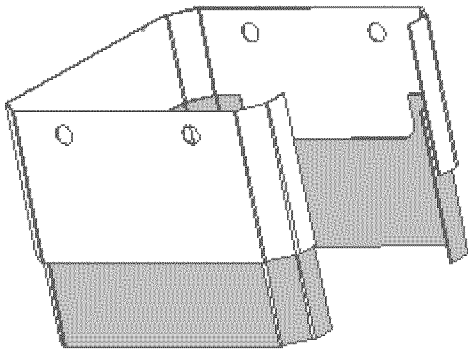

FIGURE 24: Recouvrements Des Pattes
2. Placez la plus petite « manche », avec les échancrures vers le haut, à l'intérieur de la manche plus large, avec les ouvertures des deux manches orientées vers l'arrière (Figure 24).
1. Enlevez les recouvrements des pattes. Pour ce faire, faites glisser la manche extérieure des recouvrements de pattes vers le bas, en enlevant les encoches extrudées de la base en aluminium (voir Figure 24).